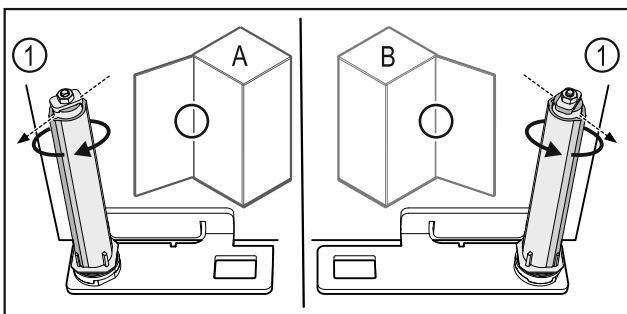

Fig. 60 Μεντεσέδες αριστερά (A) / Μεντεσέδες δεξιά (B)
- Περιστρέψτε το σύστημα κλεισίματος κόντρα στην αντίσταση, μέχρι ο κορμός του συστήματος κλεισίματος Fig. 60 (1) να είναι στραμμένος προς τα έξω.